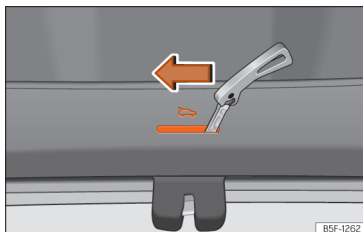

Abb. 82 Ausschnitt Gepäckraum:
- Führen Sie den Schlüsselbart in den Schlitz ein und drehen Sie den Schlüssel in Pfeilrichtung, bis sich das Schloss öffnet >>> [Abb. 82], >>> [Abb. 83].